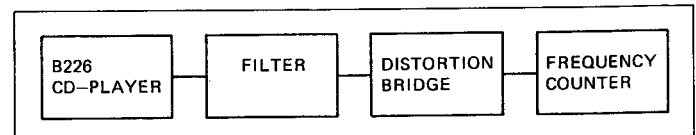

Fig. 4.17
-> Fig. 4.17
- Messaufbau nach Fig. 4.17 mit Klirrfaktor-Messfilter am Ausgang VARIABLE OUTPUT [2].